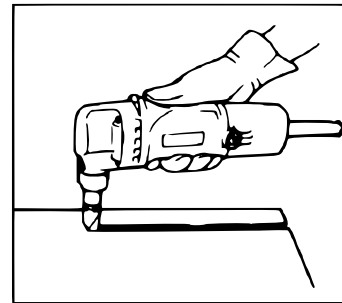

Figure 8
- **Poinçonnage (Fig. 8) :** Tenez fermement l'outil électrique afin de positionner la matrice de coupe à angle droit (90°) par rapport à la pièce à couper et poussez doucement la machine dans le sens de la coupe.